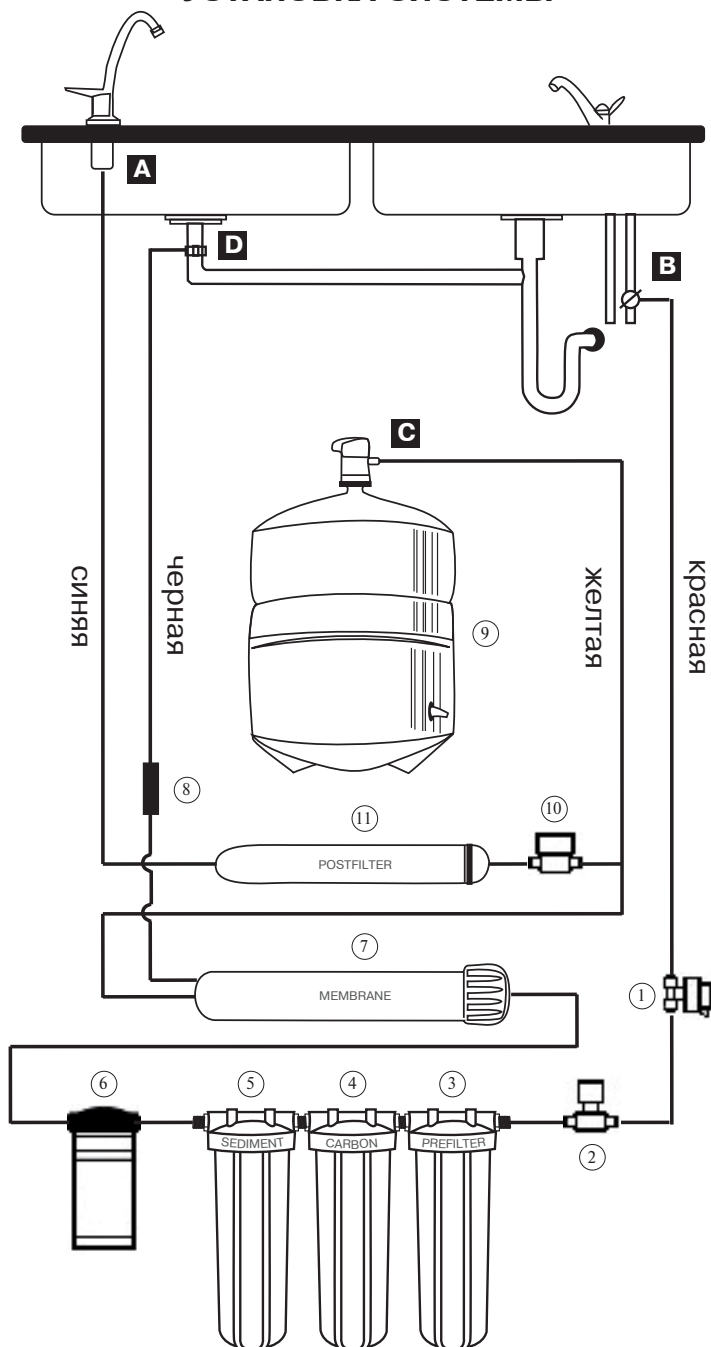
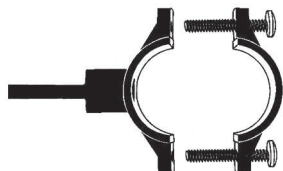

Рис. 4
Рис. 14
2. Наклейте уплотнитель на внутреннюю сторону скобы дренажного хомута с подключением. Вставьте черную трубку в скобу хомута (**рис. 14, рис. 4, D**).